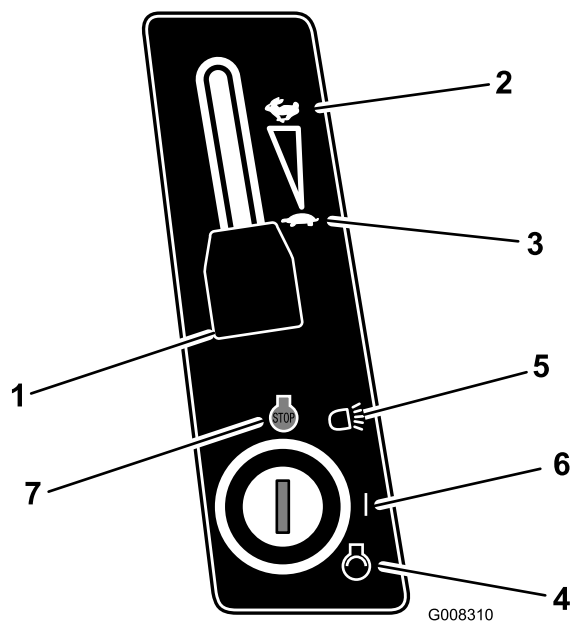

Figura 12
5. Al arrancar un motor frío, coloque la palanca de control del acelerador en la posición Estérter (Figura 12).
6. Mueva la palanca de control del acelerador a la posición Lento (Figura 12).
7. Gire la llave de contacto en el sentido de las agujas del reloj y manténgala en posición Arranque (Figura 12). Cuando el motor arranque, suelte la llave.
8. Cuando el motor arranque, mueva lentamente la palanca de control del acelerador a la posición Rápido (Figura 12).
1. Ponga el acelerador en Lento (Figura 12).
2. Gire la llave de contacto a Desconectado (Figura 12).